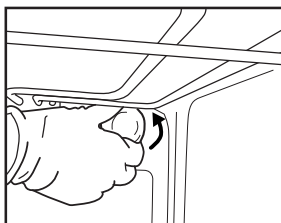
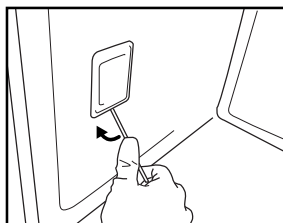

Fig. 6
Fig. 7
- Skruva loss lampglasets (fig. 6), byt ut glödlampan (se notering för typ av lampa) och skruva tillbaka lampglasets (fig. 7).
- Använd en skruvmejsel för att bända lampskyddet utåt tills du kan ta loss det (fig. 7).